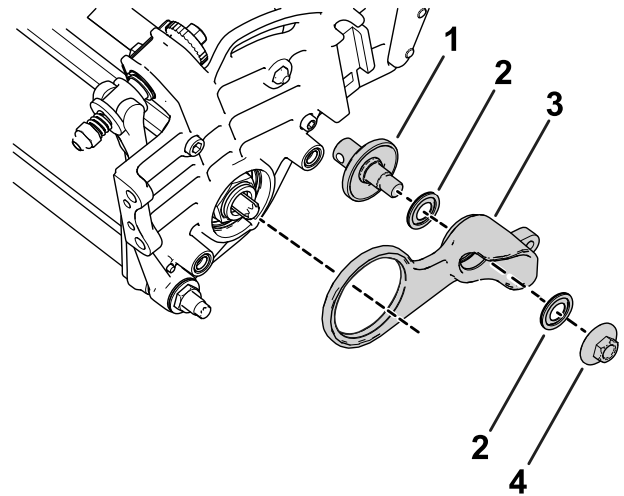

図 10
1. 図 10 に示すようにアイドラアセンブリに付属部品を組み付ける。